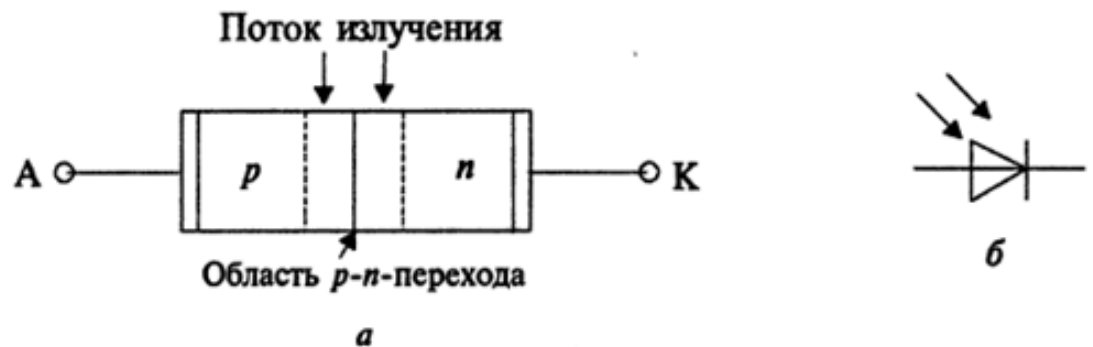

Рис. 1.126
*Устройство и основные физические процессы.* Изобразим упрощенную структуру фотодиода (рис. 1.126, а) и его условное графическое обозначение (рис. 1.126, б).